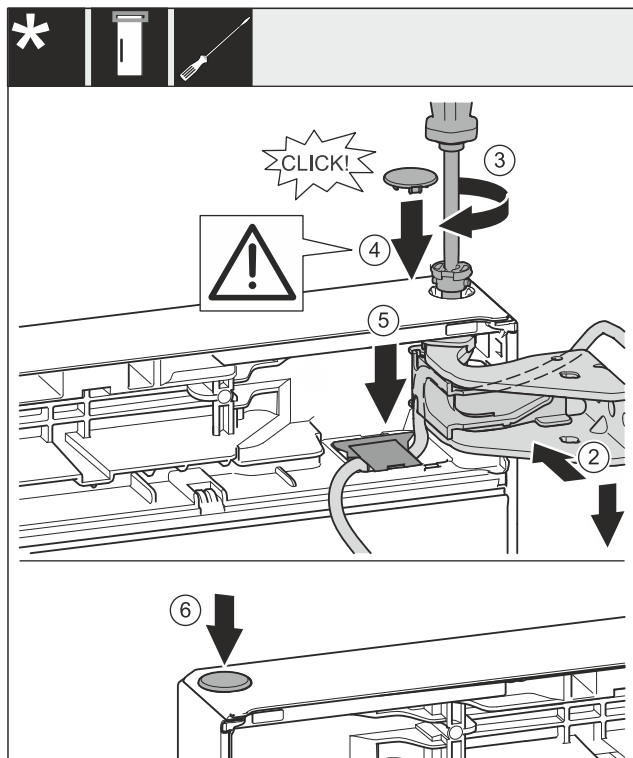

Fig. 31
- ▶ Ευθυγραμμίστε την πόρτα επάνω με το άνοιγμα στο στήριγμα. Fig. 31 (2)
- ▶ Τοποθετήστε τον πείρο και σφίξτε με κατσαβίδι T15. Fig. 31 (3)
- ▶ Τοποθετήστε το κάλυμμα ασφάλισης για την ασφάλιση της πόρτας: Τοποθετήστε το κάλυμμα ασφάλισης και ελέγξτε εάν εφαρμόζει στην πόρτα. Διαφορετικά, τοποθετήστε ολόκληρο τον πείρο. Fig. 31 (4)
- ▶ Τοποθετήστε το κάλυμμα και πιέστε το προς τα κάτω μέχρι να κουμπώσει. Fig. 31 (5)
- ▶ Τοποθετήστε την τάπα. Fig. 31 (6)